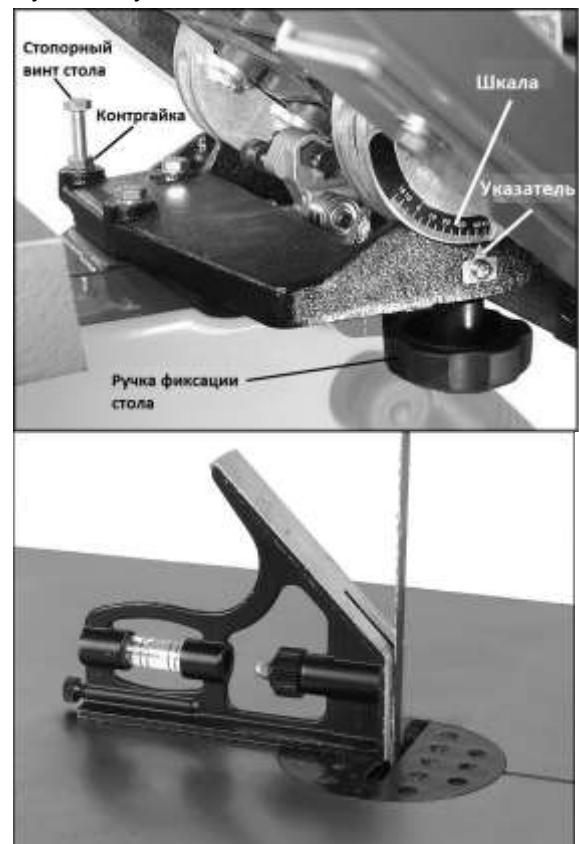

Рис. 39.
См. Рис. 39.
См. Рис. 39 и 40.
5. Ослабьте контргайку (Рис. 39) и поворачивайте стопорный винт стола влево или вправо, чтобы поднять или опустить упор. Притяните контргайку вплотную к поворотной опоре, чтобы зафиксировать положение стопорного винта стола.
- Убедитесь, что указатель (Рис. 39) находится на нулевой отметке. Если нет, ослабьте винт и переместите указатель на ноль. Снова затяните винт.